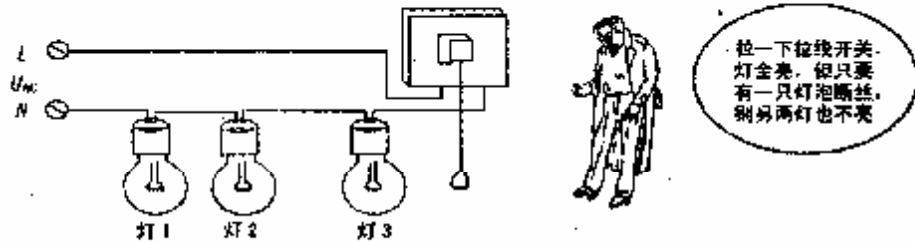

图 1-5
把几个电阻（灯泡）一个接一个地联接成一串，再与开关、电源相接，就成了串联电路，如图 1-5 所示。
(2) 电路中，各灯泡（或各电阻）上分电压之和，等于电源两端总电压。如图 1-5 所示，三只灯泡的端电压之和，应恰恰等于电源 L、N 两端的电压  $U_{AC}$ 。如果这三只灯泡的功率相等，那么每只灯泡的分电压也就会低些，所以它的亮度也就会较其余两端灯要低些。
(3) 电阻（电灯）串联时，电路等效电阻（亦叫总电阻）等于各电阻（电灯）的阻值之和。
(4) 各电阻（电灯）消耗功耗总和，等于电源所输出的功率。
(5) 电压和功率的分配，与电灯泡的阻值成正比。